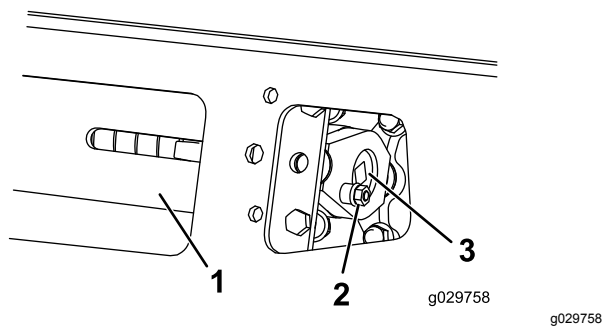
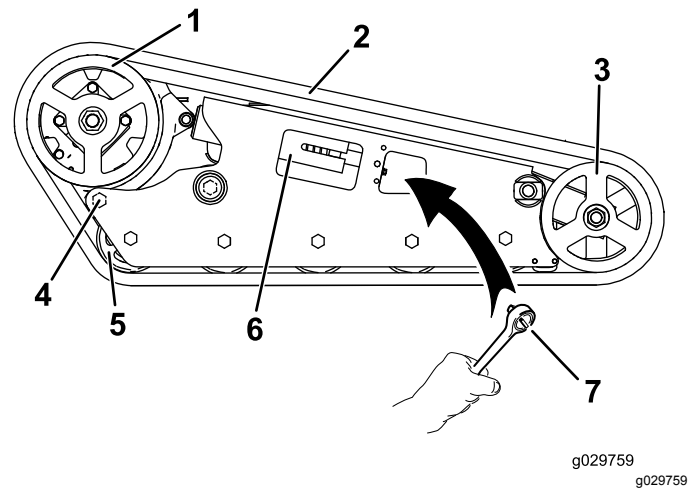

Figure 58
Figure 59
4. Enlevez le boulon et l'écrou de blocage (Figure 58).
6. Alignez l'encoche la plus proche dans la vis de tension et le trou du boulon de blocage, et fixez la vis avec le boulon et l'écrou de blocage (Figure 58).
6. Desserrez le boulon arrière près de la roue d'entraînement (Figure 59).
5. À l'aide d'une clé à cliquet de 1/2 pouce, tournez la vis de tension dans le sens horaire pour détendre la transmission (Figure 58 et Figure 59).
8. Lorsque la chenille est déchaussée de la roue avant, retirez-la du pignon d'entraînement et des galets de roulement (Figure 59).
9. Pour installer la chenille neuve, commencez par l'enrouler autour du pignon d'entraînement, en veillant à ce que les crampons s'engagent correctement entre les entretoises du pignon (Figure 59).
10. Poussez la chenille sous et entre les galets de roulement (Figure 59).
12. À l'aide d'un rochet de 1/2 pouce, tournez la vis de tension dans le sens antihoraire jusqu'à ce qu'elle arrive en butée (Figure 58).
5. À l'aide d'un rochet de 1/2", tournez la vis de tension dans le sens horaire pour détendre la transmission (Figure 58 et Figure 59).